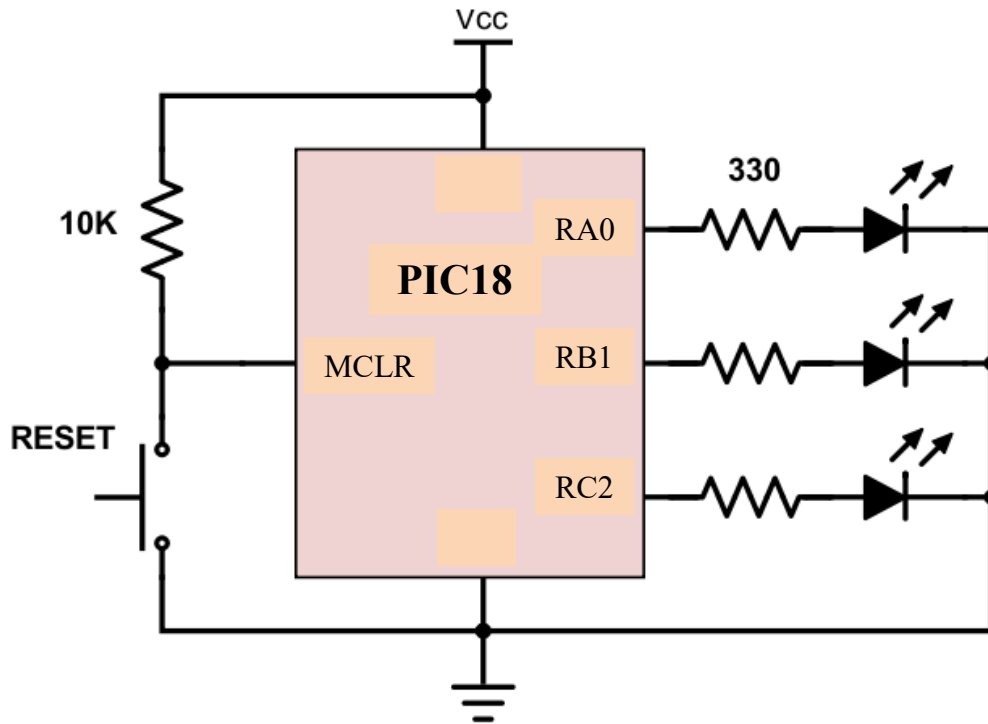

Figure A1 (b) / Rajah A1 (b)
- CLO1 (b) In Figure A1 (b), three (3) pins at PIC18 are connected to a pair of 330  $\Omega$  resistor and LED respectively. Using bit addressable instruction, write a C program for PIC18 to switch on all LEDs.
*Dalam Rajah A1 (b), tiga (3) pin pada PIC18 masing-masing disambung ke sepasang perintang 330  $\Omega$  dan LED. Menggunakan arahan pengalamatan bit, tuliskan aturcara dalam bahasa C untuk PIC18 menyalakan semua LED tersebut.*